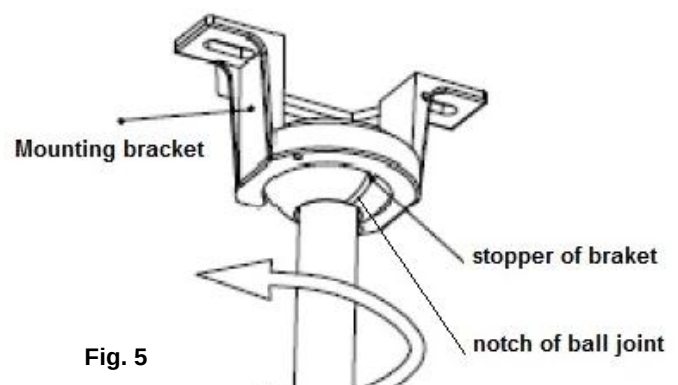

Fig. 5
6. Levante el módulo de ventilador sobre el soporte de montaje. Fig.5